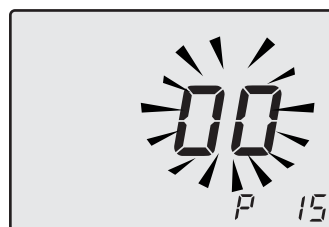

Рисунок 5.30
• Пролить параметры, используя кнопку 16 или 17, до появления на ЖК-дисплее кода **P15** и значения параметра, которые указывают на вход в "параметр 15" (Рисунок 5.30).